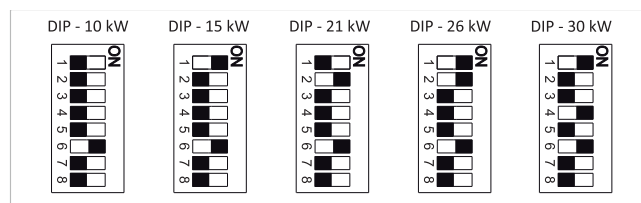

Abb. 3: Position der DIP-Schalter
4. DIP-Schalter gemäß → Abb.3: Position der DIP-Schalter einstellen.